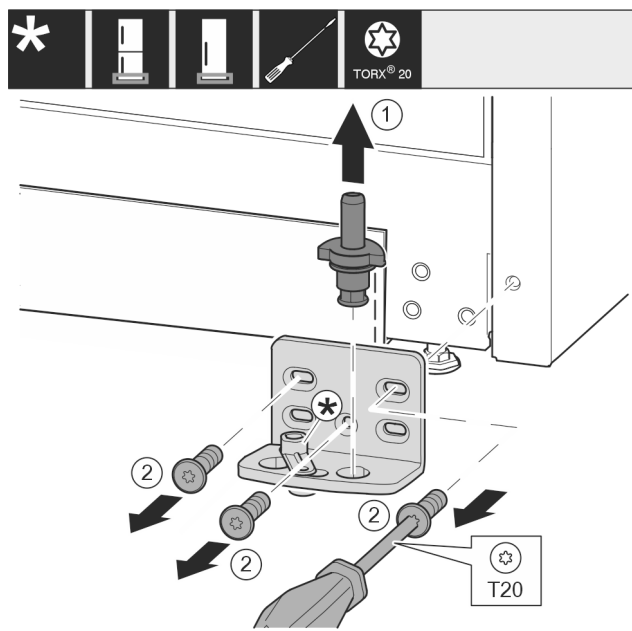

Fig. 13
- Ložiskový čep Fig. 13 (1) celý vytáhněte nahoru.
- Šroubovákem vyšroubujte šrouby Fig. 13 (2) a sejměte stojan ložiska.